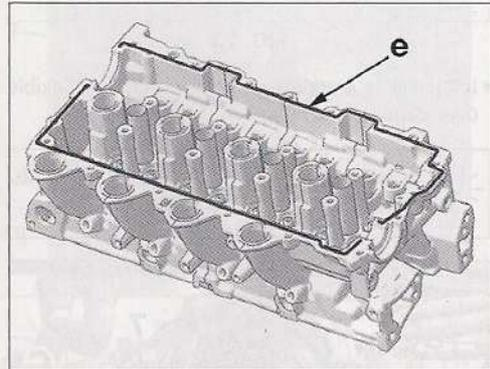

FIG. 86
- Con un producto químico limpiador únicamente, limpiar el plano de junta (e) (Fig.86).